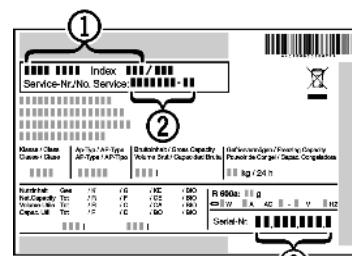

Fig. 20
- Обратитесь в сервисную службу и сообщите вид неисправности, наименование устройства Fig. 20 (1), сервисный № Fig. 20 (2) и серийный № Fig. 20 (3).